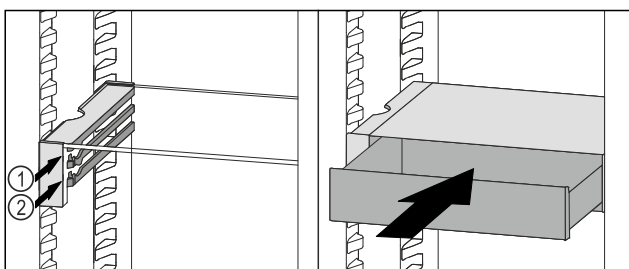

Fig. 204
- Встановити висувний ящик VarioSafe за стопорами на потрібне ребро Fig. 204 (1) або Fig. 204 (2).